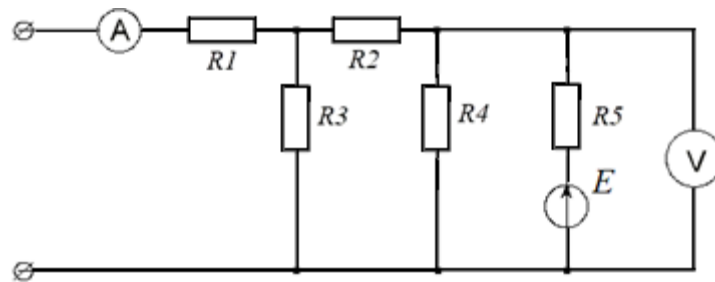

Рис. 1.58. Схема к задаче 9
9. Определить показание вольтметра и все токи, если  $R_1 = R_3 = R_4 = R_5 = 1 \text{ Ом}$ ,  $R_2 = 0,5 \text{ Ом}$ ,  $E = 1 \text{ В}$ . Сопротивление вольтметра  $R_v = 100 \text{ кОм}$ ,  $I_0 = 10 \text{ А}$  (рис. 1.58).